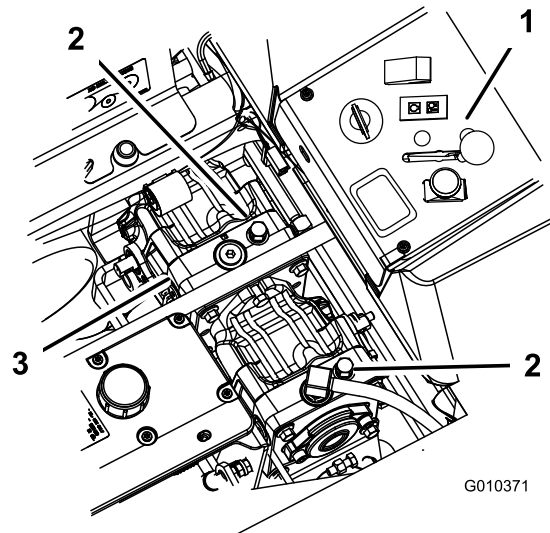

Bild 42
3. Drehen Sie die Sicherheitsventile um eine Umdrehung nach links, um die Maschine zu schieben (Bild 42).
Drehen Sie zum Betrieb der Maschine die Sicherheitsventile eine ganze Umdrehung nach rechts (Bild 42).